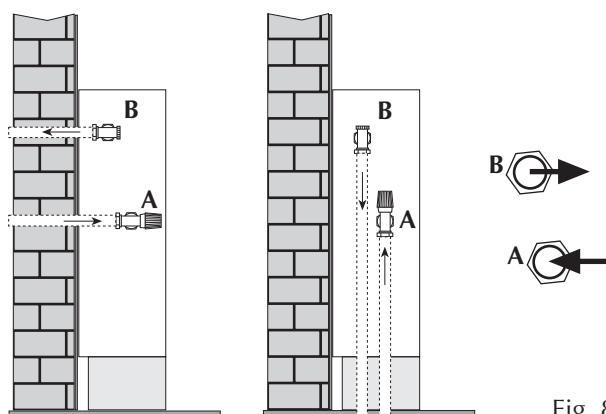

Fig. 8
- Effettuare i collegamenti idraulici (fig. 8).
- Make water connections (fig. 8). The position and diameter of water connectors are given in the dimensional data. Insulation of water lines is recommended. Install the condensate water collection tray (optional accessory) to prevent dripping during cooling operation.
- Effectuer les raccordements hydrauliques (fig. 8).
- Die Wasseranschlüsse ausführen (Abb. 8). Anordnung und Durchmesser der Wasseranschlüsse sind in den Bemaßungsdaten angegeben. Es wird empfohlen, die Wasserleitungen gut wärmezudämmen oder die als Zubehör erhältliche Kondensatwanne zu installieren, um das Abtropfen von Kondenswasser während des Kühlbetriebs zu verhindern. Der Kondenswasserabfluss ist entsprechend zu bemessen und die Leitungen sind mit ausreichendem Gefälle (min. 1%) zu verlegen. Bei einer Einleitung in die Kanalisation sollte als Geruchsverschluss ein Siphon installiert werden.